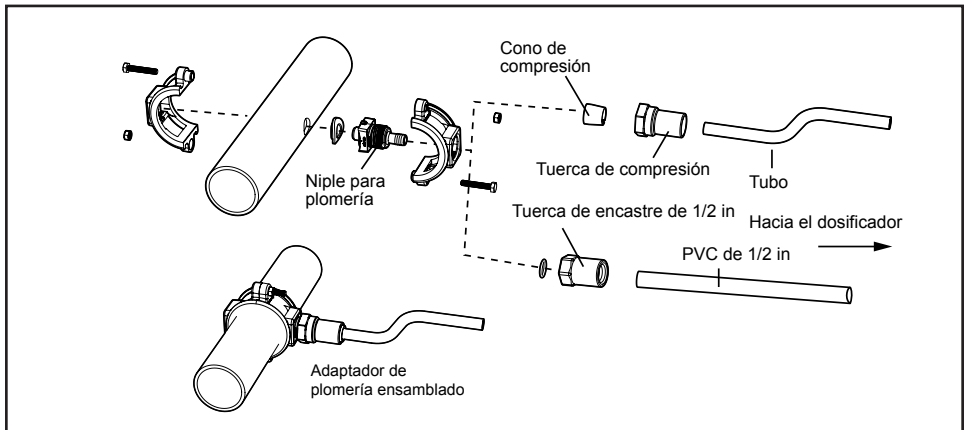

Figura 7. Conexión de herrajes a la tubería
- d. Inserte un niple para plomería en la abrazadera de plomería para la línea de entrada. Instale el conjunto de abrazadera para la entrada (línea que va HACIA el dosificador) y salida (línea que viene DESDE el dosificador) (Figura 7).
- k. Instale el conjunto de abrazadera sobre la tubería en el lugar donde se perforó el agujero de 3/4" (Figura 7).